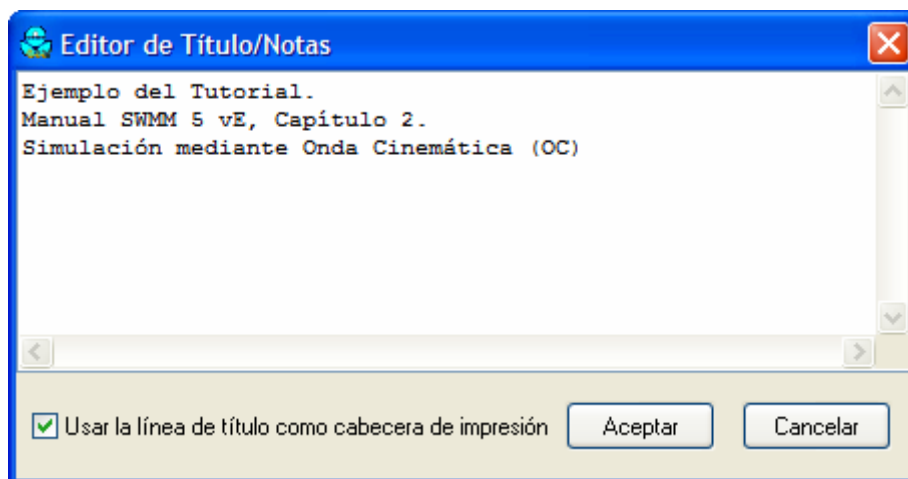

Figura 2.9. Ventana de diálogo del Editor de Títulos y Notas.
- En la ventana de diálogo Títulos/Notas que aparece (ver Figura 2.9), introducir el texto “Ejemplo del Tutorial” como título del proyecto y posteriormente pulsar el botón **Aceptar** para cerrar la ventana de diálogo.